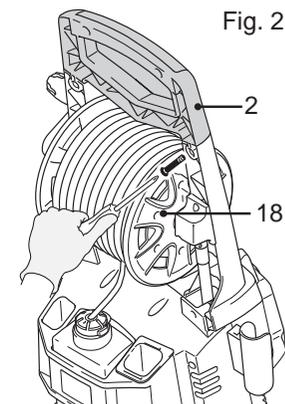

Fig. 2
- Montez la poignée (2) sur le support de l'enrouleur (18) et fixez-la avec deux vis (22). Serrez les vis (22) à l'aide d'un tournevis adéquat (Fig. 2).